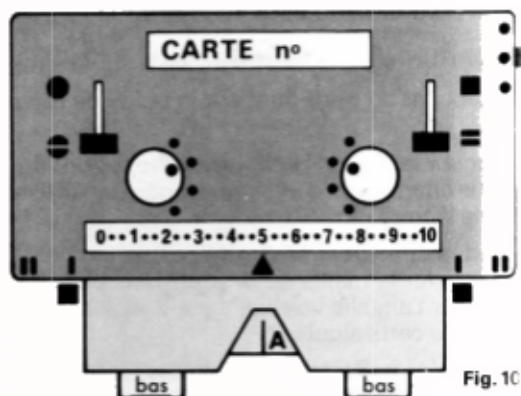

Fig. 10
- Sortir la laine A du guide-fil et mettre cette laine en attente en bout de fonture à **gauche** (fig. 10)